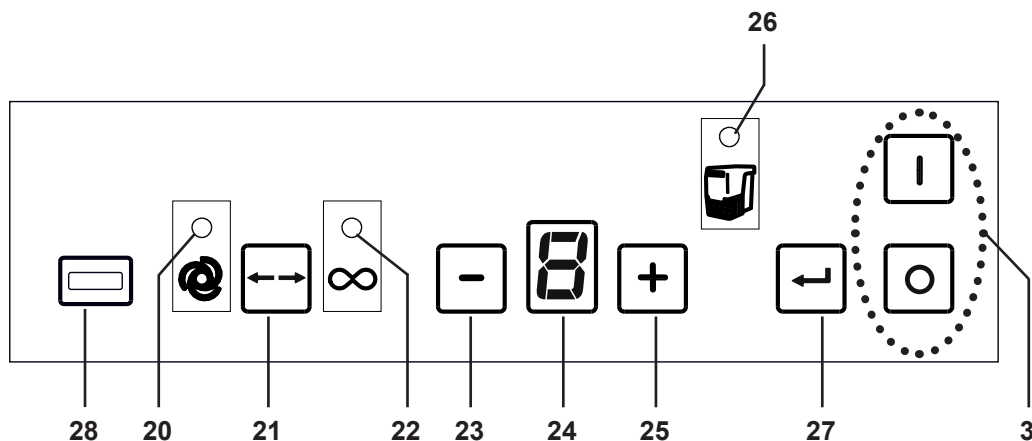

Fig. 2
- ⇒ Desconectar el aparato a través del interruptor de conexión / desconexión (3, Fig. 2).